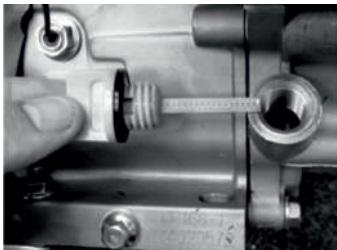

Рис. 4
2. Выкрутите пробку маслозаливной горловины (рис. 4);
1. Выкрутите пробку маслозаливной горловины (рис. 4);